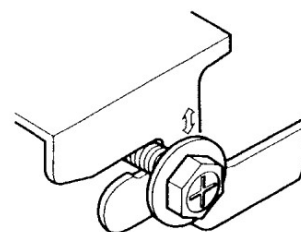

Рис. 7
- 8.5 Поднимите блок и подвиньте его вперед до впадины на кронштейне (см. рис.7).